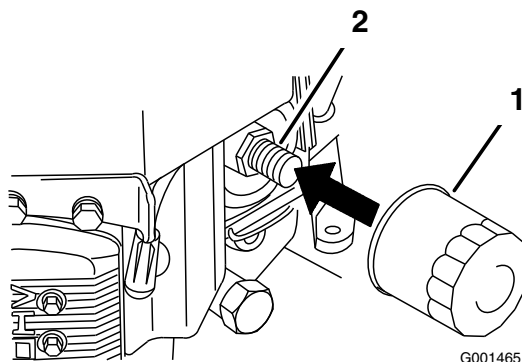

Figure 27
2. Retirez le filtre usagé (Figure 27).
3. Appliquez un mince film d'huile neuve sur le joint en caoutchouc du filtre de rechange (Figure 27).
4. Posez le filtre à huile de rechange sur l'adaptateur, tournez le filtre dans le sens horaire jusqu'à ce que le joint en caoutchouc touche l'adaptateur, puis serrez le filtre de 3/4 de tour supplémentaire (Figure 27).